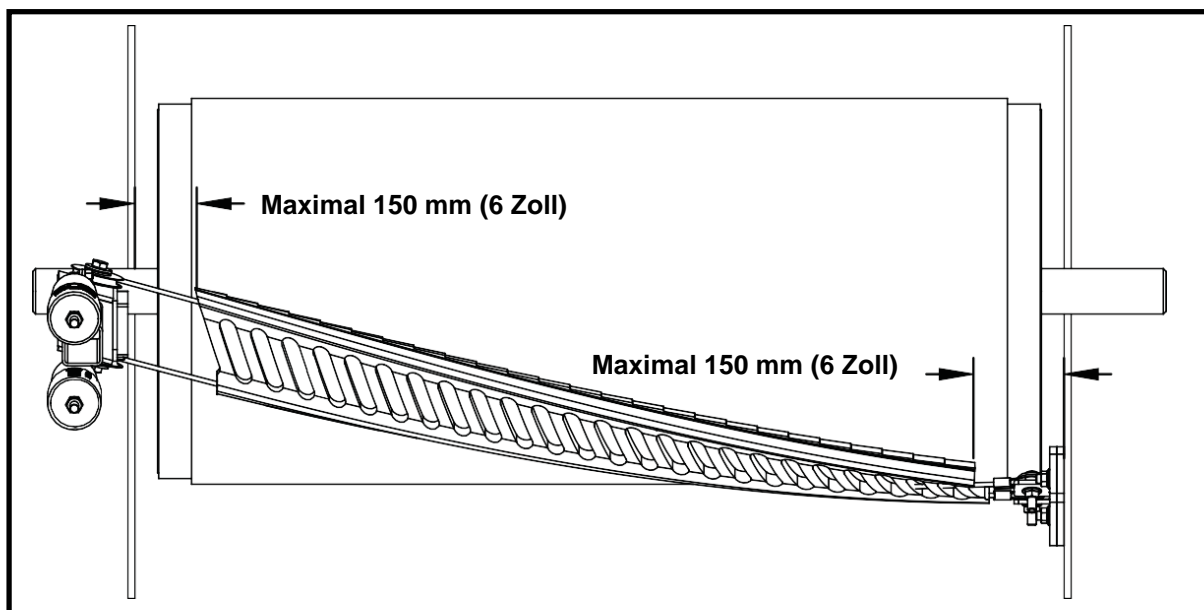

Abbildung 4: Montage bei großem Schurrenwandabstand
- Der Abstand zwischen dem Vorkopfabstreifer und der Schurrenwand sollte so gering wie möglich gewählt werden. Martin Engineering empfiehlt, einen Abstand von maximal 150 mm (6 Zoll) pro Seite einzuhalten (siehe Abbildung 4). Ein zu langes Kabel kann Vibrationen verursachen, die den Fördergurt oder den Vorkopfabstreifer beschädigen können. Falls erforderlich, sehen Sie eine Stützwand vor, um die Spannvorrichtung in der richtigen Position abzustützen. Wenden Sie sich an Martin Engineering, um Unterstützung bei der Montage zu erhalten, wenn die Parameter außerhalb dieses Bereichs liegen.